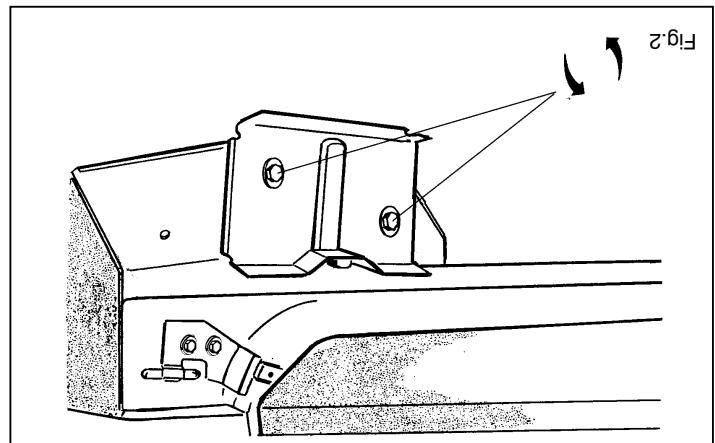

Fig. 2
1. Demonteer de bumper. **Voor de typen C70 dient men** alvorens men de bumper demonteert de panelen tussen de bumper en de achterlichten te verwijderen. Vervolgens dient men de connectoren van de bedrading "welke zich onder de achterlichten bevinden" los te nemen. Verwijder de vier bouten en zes popnagels zoals aangegeven in fig.1. Verwijder overeenkomstig fig.2 de bumper-bevestigingsbeugels t.p.v. het linker en rechter chassis. Neem de achterste uitlaat bevestiging los.
1. Remove the bumper. **With the C70 models:** Before taking off the bumper, remove the panels between the bumper and rear lights. Then disconnect the wiring connectors under the back lights. Take out the four bolts and six pop rivets as shown in Figure 1. Remove the bumper fixing brackets at the right and left of the chassis as shown in Figure 2. Release the rearmost exhaust mounting.
8. Für Typ 850 Kombiwagen gilt: Plättchen gemäß Abb. 2 entfernen. Die hintere
linken und rechten Fahrgestell gemäß Abb. 2 entfernen. Die vier Schrauben und sechs